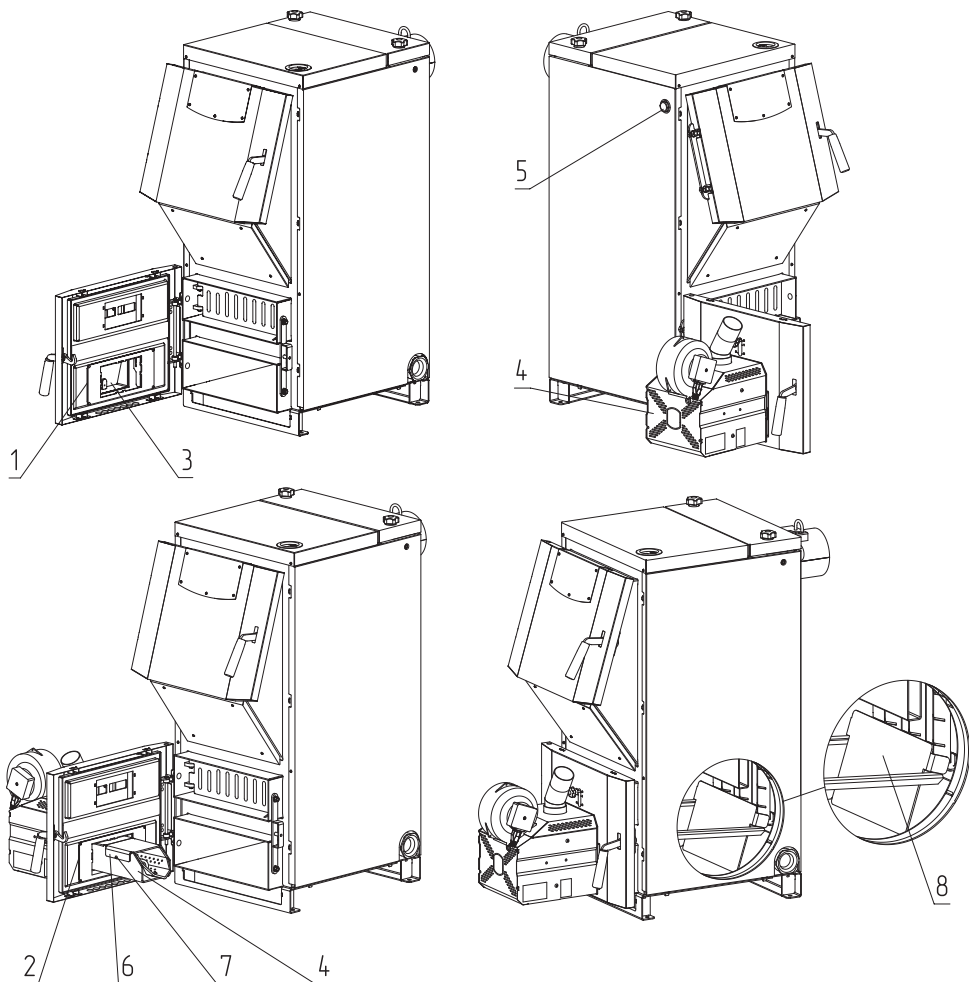

Рис. 15 Порядок установки горелки ZOTA «FOX» на твердотопливные котлы ZOTA Bulat 18, 23, 28, 35, 45
- Выкрутите две гайки М8 (**Рис. 15, поз. 1**);
- Снимите поддувало (**Рис. 15, поз. 3**);
- Снимите с горелки отбойник (**Рис. 15, поз. 6**), выкрутив винты (**Рис. 15, поз. 7**);
- Установите горелку (**Рис. 15, поз. 4**) на котел, как показано на **Рис. 15**;
- Зафиксируйте горелку двумя гайками М8 (**Рис. 15, поз. 1**);
- Установите отбойник топки Zota Bulat (**Рис. 15, поз. 8**) в котел, как показано на **Рис. 15**. Отбойник топки (**Рис. 15, поз. 8**) выполняет защитные функции и в процессе эксплуатации из-за воздействия на него высоких температур может изнашиваться, поэтому он является расходным материалом и гарантия на него не распространяется;
- Для установки гильзы под датчики температуры и перегрева снимите пробку или тягорегулятор (если установлен) и установите гильзу (**Рис. 15, поз. 5**) в освободившееся отверстие.
Внимание! Запрещается эксплуатация pelletной горелки ZOTA «Fox» без установленного отбойника топки Zota Bulat (**Рис. 15, поз. 8**). Отсутствие отбойника топки Zota Bulat при использовании pelletной горелки приводит к прогару водонехолаждаемых поверхностей. В случае нарушений условий эксплуатации, рекламации не принимаются.